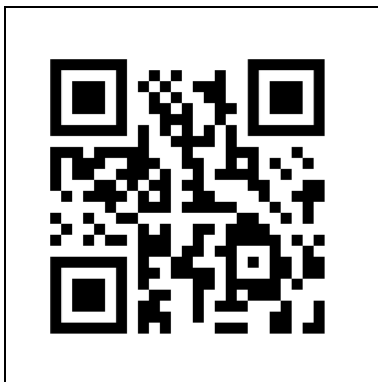

Figure 6
1. Scannez le code QR (figure 6) pour ouvrir la vidéo. Cette vidéo explique comment installer cet appareil.